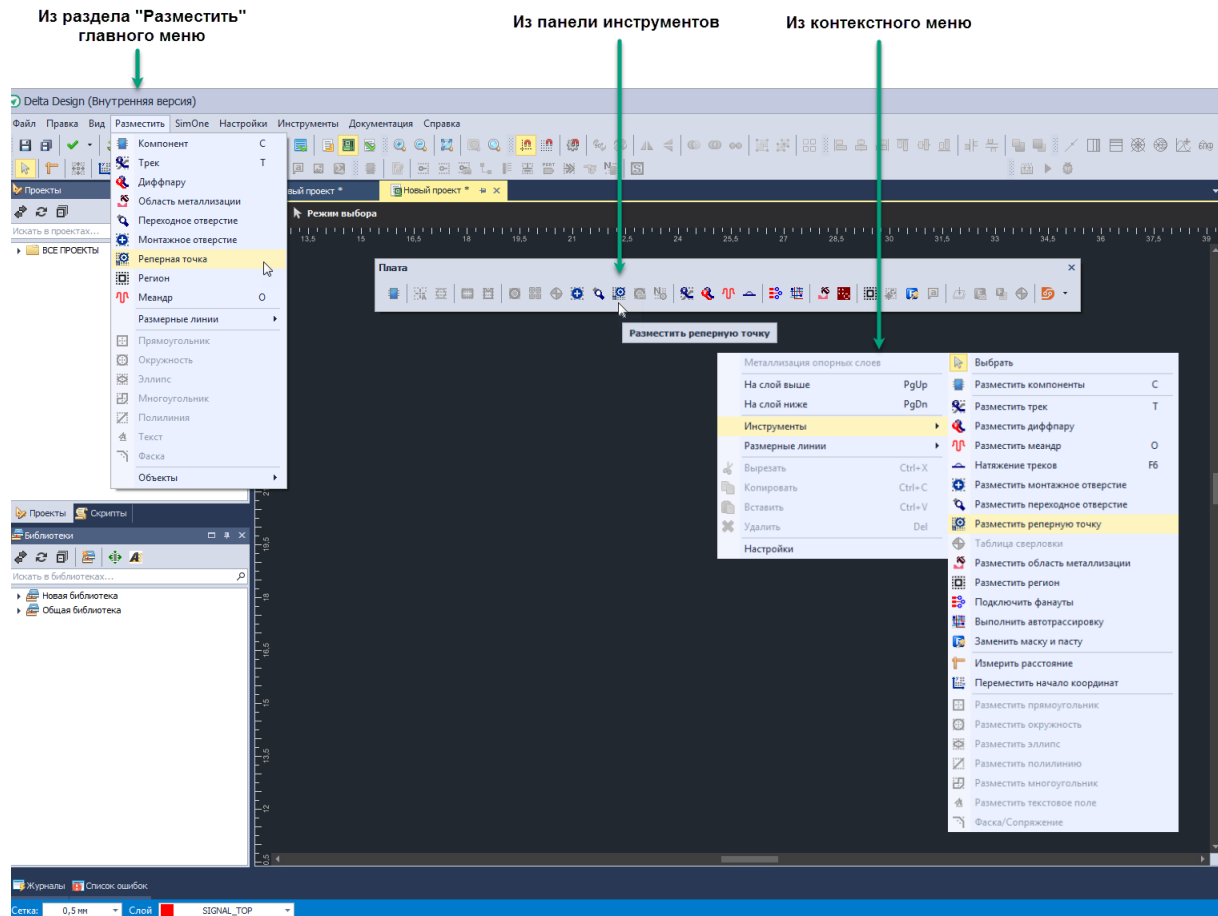

Рис. 140 Вызов инструмента «Разместить реперную точку»
1. Вызвать инструмент «Разместить реперную точку», который обозначается значком  на панели инструментов «Плата», а также доступен в пункте «Инструменты» в контекстном меню и в разделе «Разместить» главного меню, см. Рис. 140.